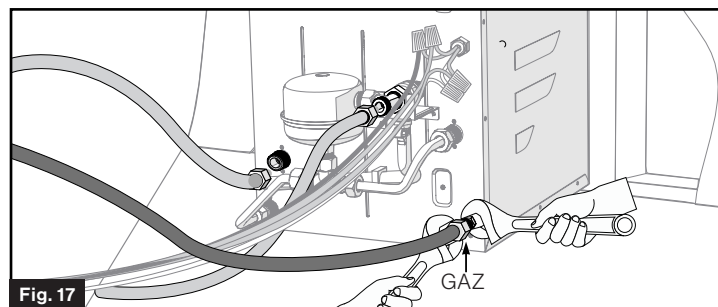

Fig. 17
- Raccordez la conduite de gaz au raccord évasé à gaz de 3/8 po à l'arrière de l'appareil. Utilisez deux clés afin de serrer le raccord de compression. Évitez d'endommager l'appareil en serrant trop fort. (Fig. 17)